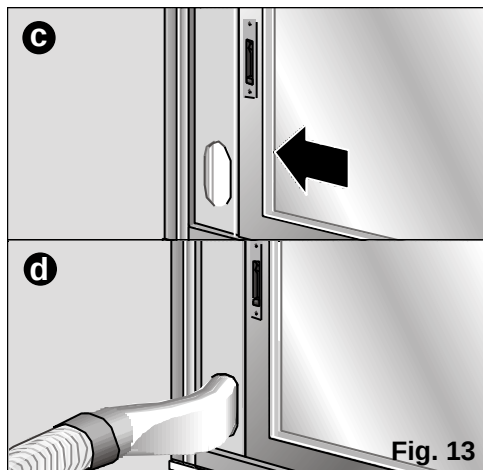

Fig. 13
- ☐ U kunt hiervoor ook het installatie onderdeel gleuf raam / balkon gebruiken. (Zie "Beschrijving van de onderdelen") dat bij dit apparaat geleverd wordt, **Fig. 13 : a, b, c, d.** Dit is zowel op horizontale als op verticale ramen te gebruiken.